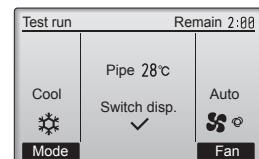

Fig. 6-5
- ① Appuyez sur le bouton [F1] pour changer de mode de fonctionnement entre "Refroidissement" et "Chaud". (Fig. 6-5)
- ② Appuyez sur le bouton et ouvrez l'écran de réglage des ailettes.